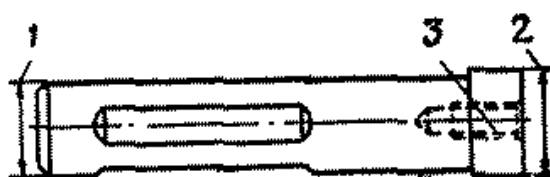

Рис. 113. Ось блока шестерен заднего хода
1. Ось блока шестерен заднего хода (рис. 113)